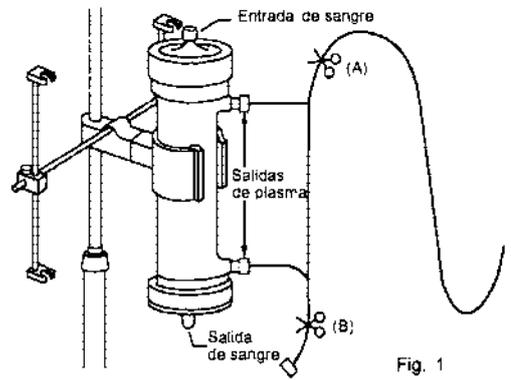

Fig. 1
- (1) Saque el Plasmaflo™ OP de su bolsa de esterilización e instale verticalmente en el soporte del filtro con la salida de sangre hacia arriba. Desmonte las tapas de las salidas de plasma del Plasmaflo™ OP. Apriete las líneas de plasma y conéctelos en las salidas de plasma (Fig. 1).